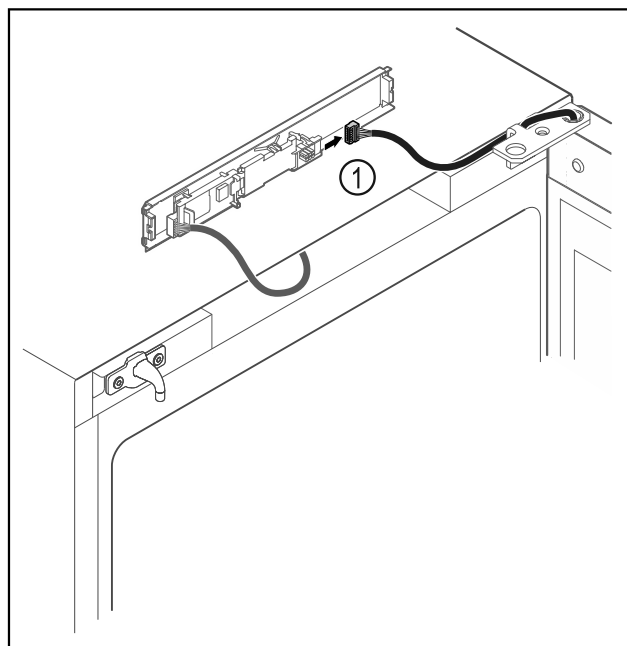

Fig. 16
- ▶ Desconecte el conector *Fig. 16 (1)* de la placa de circuitos.